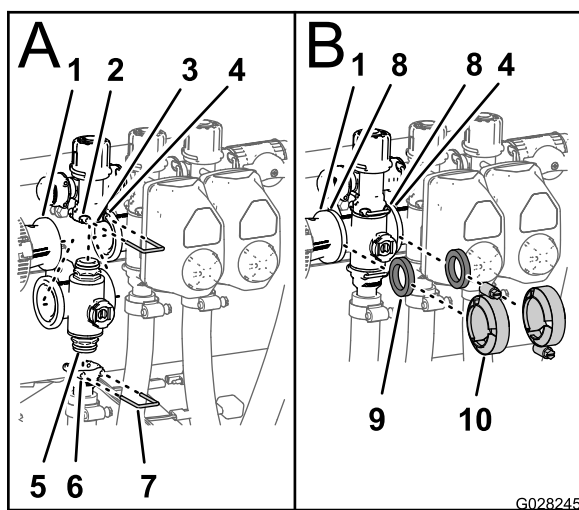

Рисунок 122
1. Вставьте верхний штуцер торцевой крышки коллекторного клапана в перепускной штуцер (Рисунок 122).
2. Закрепите штуцер торцевой крышки на перепускном штуцере, вставив держатель в гнездо перепускного штуцера (Рисунок 122).
3. Установите выпускной штуцер на нижний штуцер торцевой крышки коллекторного клапана (Рисунок 122).
4. Закрепите штуцер торцевой крышки на выпускном штуцере, вставив держатель в гнездо выпускного штуцера (Рисунок 122).
5. Установите уплотнительную прокладку между фланцами переходной муфты и коллектором клапана секции (Рисунок 122).
6. Установите переходную муфту, уплотнительную прокладку и коллектор клапана секции с помощью хомута, затянув его вручную (Рисунок 122).
7. При установке двух самых левых клапанов секций установите уплотнительную прокладку между фланцами двух соседних коллекторов клапанов секций (Рисунок 122).
8. Установите 2 смежных коллектора клапанов секций и прокладку с помощью хомута, затянув его от руки (Рисунок 122).